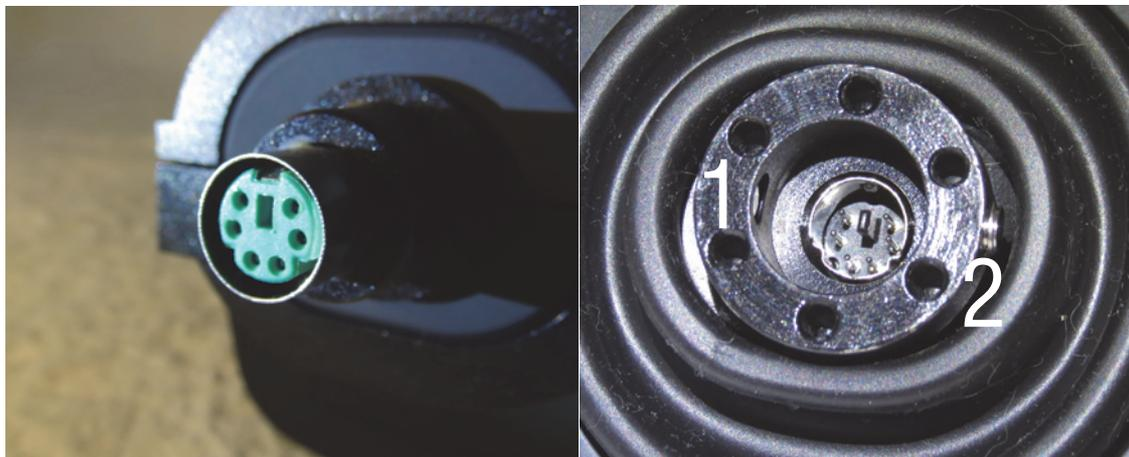

Рис. 2.1.
Ручка соединяется с механизмом загрузки при помощи разъема mini-DIN. Разъем ручки и механики изображены на рис. 2.1.
1. Шестигранником, входящим в комплект поставки, открутите фиксирующие винты 1 и 2 (рис. 2.1, б) и аккуратно, прикладывая усилие только по оси ручки, не пытаясь прокрутить ее, извлеките ее шток из гнезда.
- Зафиксируйте ручку при помощи винтов 1 и 2 (рис. 2.1, б), затянув их с усилием.